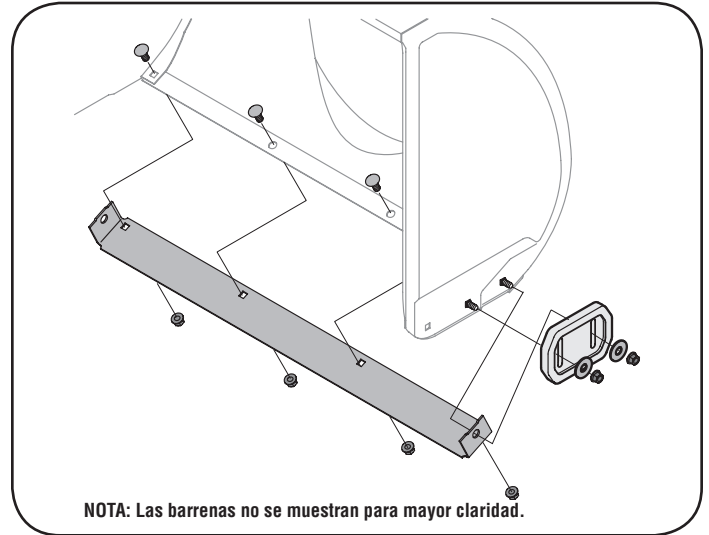

Figura 23
2. Monte las nuevas zapatas antideslizantes con cuatros pernos de carro (dos en cada lado), arandelas, y las tuercas de brida hexagonales. Consulte la Figura 23.